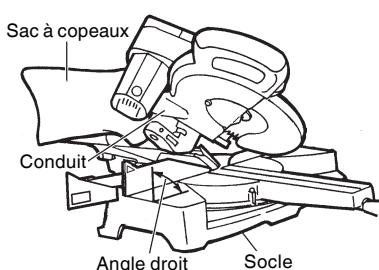

Fig. 50
- (2) Lors d'une coupe de biseau ou d'une coupe mixte, fixer le sac à copeaux à angle droit sur la surface du socle comme indiqué à la Fig. 50.